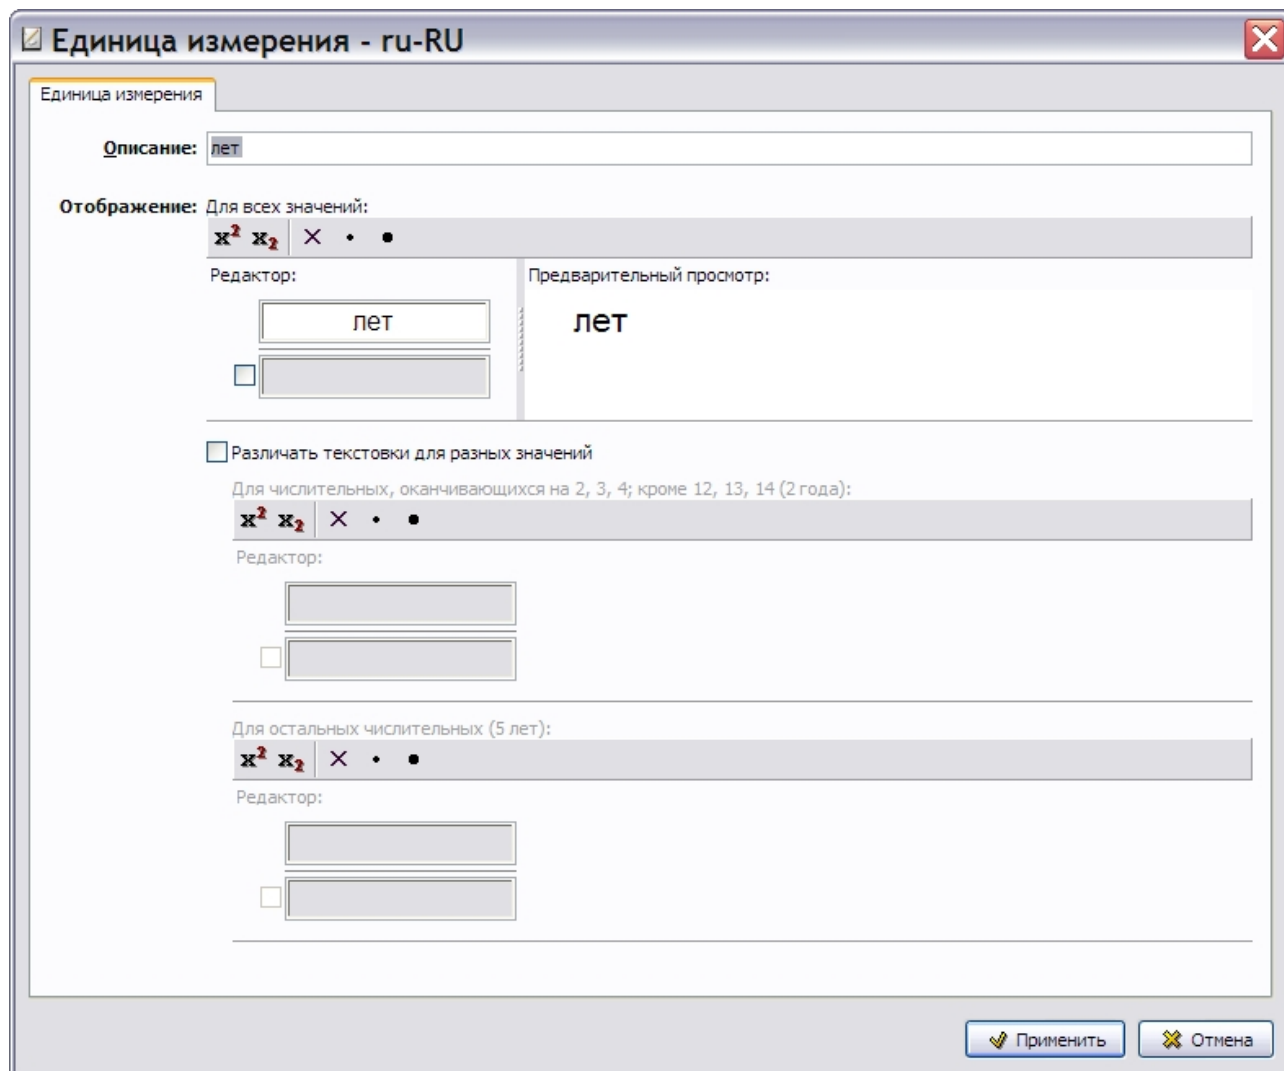

Рис. 3.90
2. Щелкните по выделенной строке два раза левой кнопкой мыши. После этого появится окно **Единица измерения – ru-RU** (Рис. 3.90).